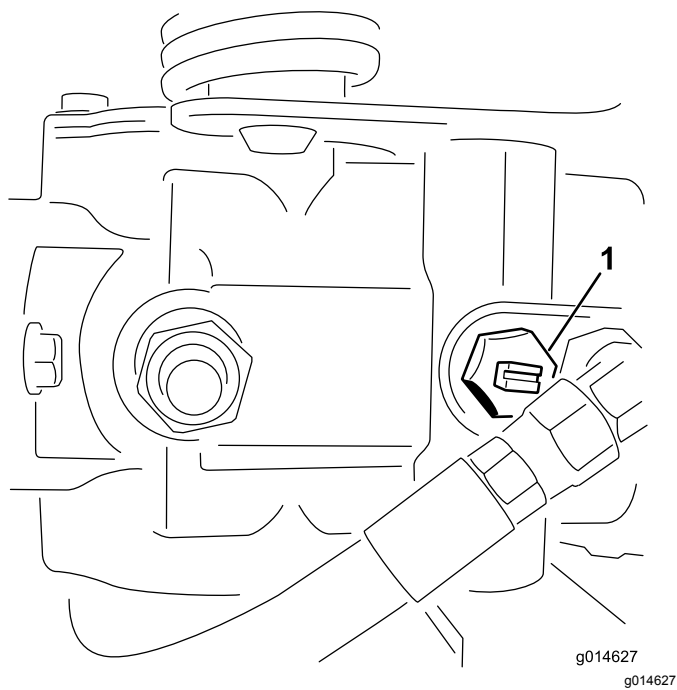

Figure 38
1. Localisez la vanne de dérivation sur la pompe et tournez-la jusqu'à ce que la fente soit verticale (Figure 38).
2. Avant de mettre le moteur en marche, fermez la vanne de dérivation (fente horizontale) (Figure 38). Ne mettez pas le moteur en marche quand la vanne est ouverte.